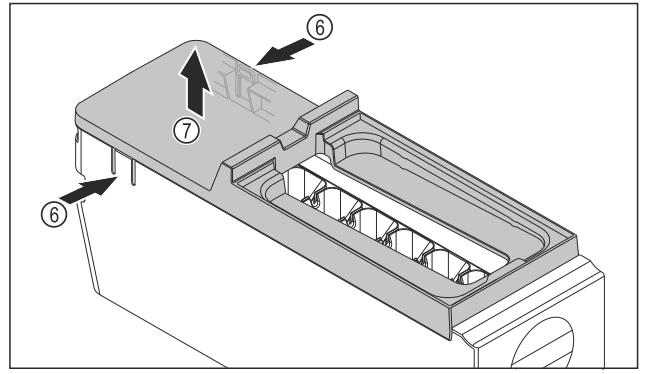

Fig. 106
- ▶ Vegye le az EasyTwist-Ice egység testének fedelét: Nyomja meg az egyik kezével a füleket Fig. 106 (6) az EasyTwist-Ice egység testének mindkét oldalán.
- ▶ Vegye ki a fedelet Fig. 106 (7) a másik kezével felfelé.